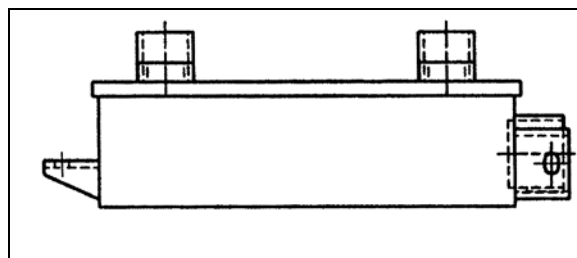

FIGURE 8: REFROIDISSEUR AVEC RALENTISSEUR
2. Débrancher du refroidisseur d'huile les deux flexibles de boîte de vitesses. Boucher les extrémités et raccords du flexible pour éviter la contamination du liquide (FIGURE 8).